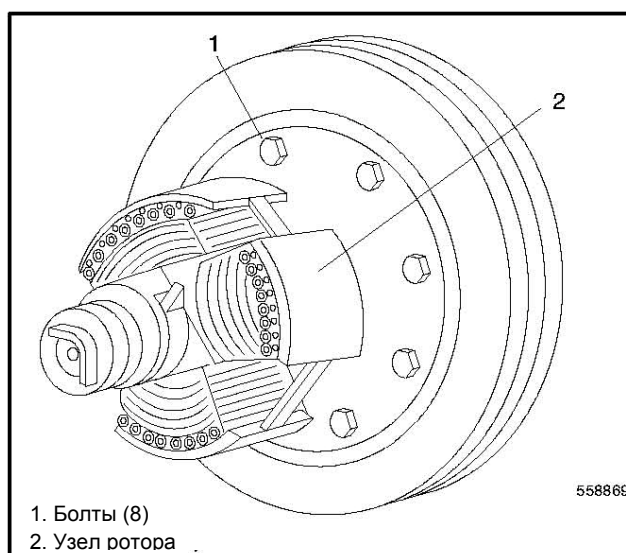

Рисунок 9-10 Узел диск-ротор
31. Снять 8 болтов и снять узел приводной диск-ротор с маховика двигателя. См. Рисунок 9-10.